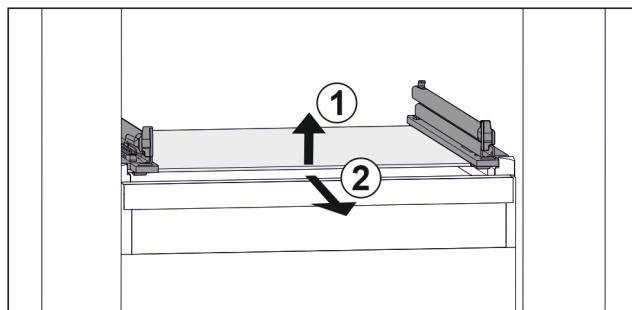

Fig. 114 Príklad zobrazenia sklenenej dosky
- Nadvihnite sklenenú dosku vpred. Fig. 114 (1)
- Odoberte sklenenú dosku dopredu. Fig. 114 (2)